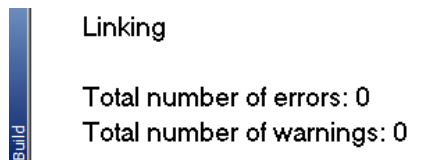

图 6.43 编译完成
7. 等待工程编译完成，确保编译没有错误，如图 6.43所示；